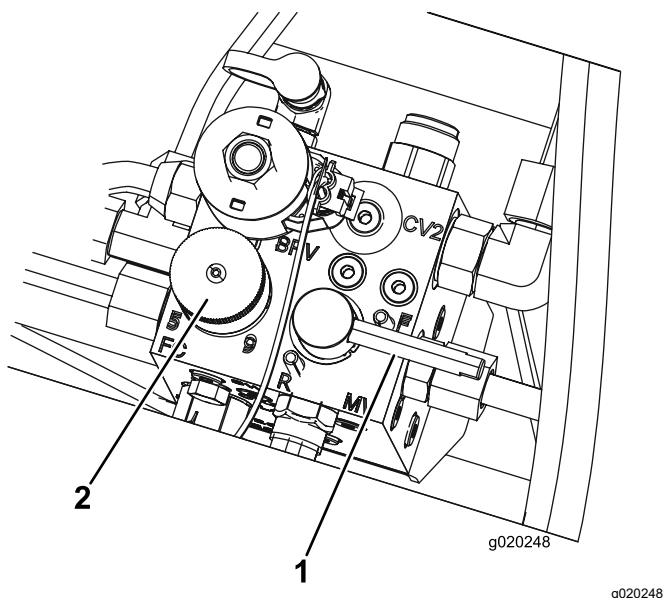

Рисунок 81
5. Установите регулятор скорости барабана в положение 1 (**Рисунок 81**).
6. Установите рычаг заточки обратным вращением в положение R обратное вращение (**Рисунок 81**).